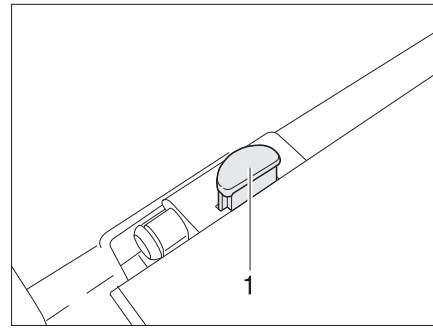

Bild 14 Verriegelung Tischplatte
- An der Verriegelung der Tischplatte den Entriegelungsknopf (Bild 14,1) drücken.